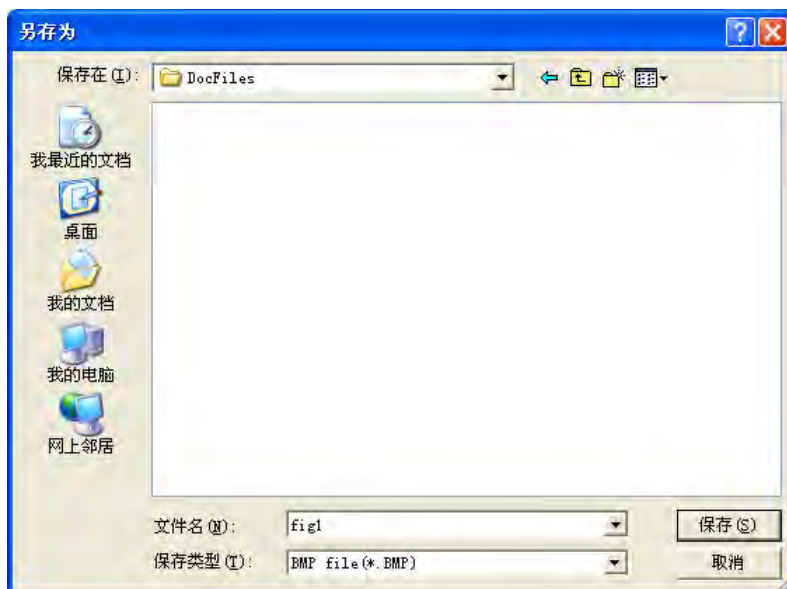

图 3-9 页面图像保存至文件
- 增加一页：增加一页 TPEditor 编辑页面。单击菜单工具栏的 **编辑 (E) > 增加一页 (A)** 或是图标工具栏的  按钮，将会在页面编辑区新开一个编辑页面。
- 页面图像保存：将用户目前编辑的页面保存至剪贴簿或文件。若选择「**至剪贴簿**」时，可以在其它编辑软件贴上此图片；若选择「**至文件**」时，将出现如图 3-9 的窗口供用户设置存盘路径与文件名，并以 .BMP 格式保存。